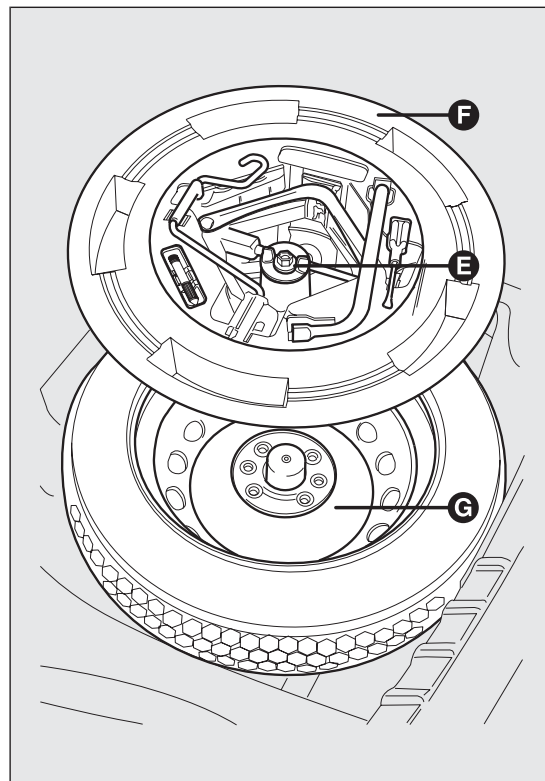

fig. 149
- ☐ sistemare il ruotino di scorta G fig. 149 nell'apposito vano ricavato nel bagagliaio;